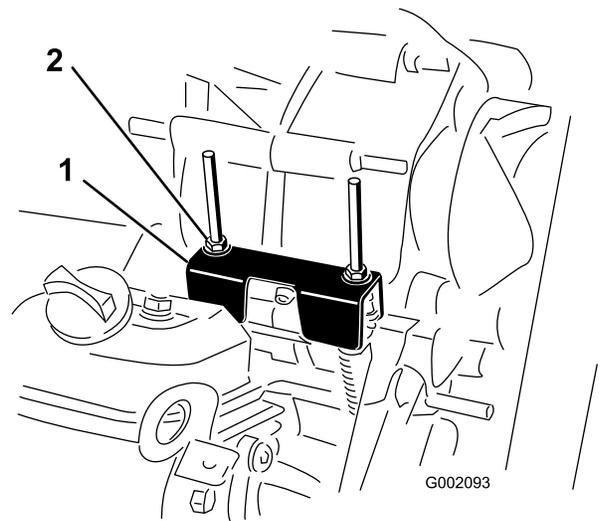

Bild 59
3. Ziehen Sie eine Sicherungsmutter an (Bild 59), um einen Abstand von 0,76-1,52 mm zu erreichen.
Wenn Sie regelmäßige Wartungsarbeiten und/oder eine Motordiagnostik durchführen, müssen Sie die Antriebsachse zunächst in den Leerlauf schalten (Bild 59). Der Ganghebel der Maschine weist eine Leerlaufstellung auf, die den Leerlauf des Getriebes bestimmt. Treffen Sie die folgenden Maßnahmen, um sicherzustellen, dass der Ganghebel in der Leerlaufstellung die Antriebsachse auch richtig auf Leerlauf schaltet:
2. Stellen Sie sicher, dass die Leerlaufhalterung in der NEUTRAL-Stellung ist (mit der Kabelbefestigungshalterung unter der Ganghalterung nivelliert), indem Sie die Antriebskupplung drehen (Bild 59).